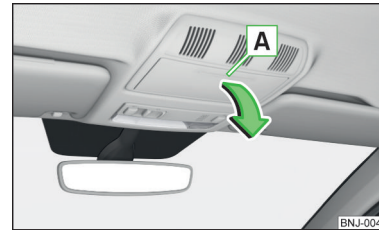

Abb. 79
- › Auf den Deckel des Brillenfachs im Bereich **A** » Abb. 79 drücken.
» Abb. 79, bis dieser hörbar einrastet.